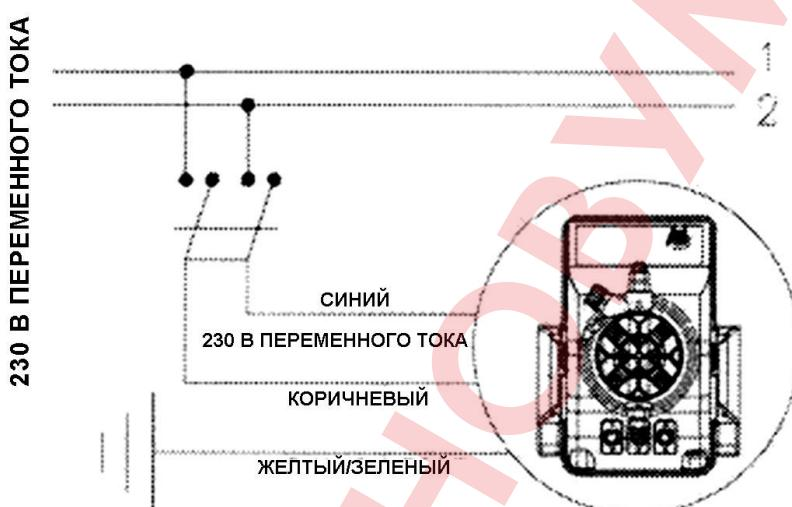
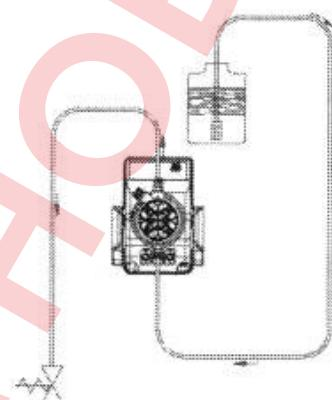

Рис. 4
Рис. 6
1. Отсоедините вилку сетевого шнура от электрической розетки или отсоедините насос от линии питания с помощью двухполюсного выключателя, расстояние между разомкнутыми контактами в котором составляет не менее 3 мм (рис. 4).
1. Отсоедините вилку сетевого шнура от электрической розетки или отсоедините насос от линии питания с помощью двухполюсного выключателя, расстояние между разомкнутыми контактами в котором составляет не менее 3 мм (рис. 4)
- в. - Расположите насос, как показано на рис. 4. Помните о том, что насос может располагаться как выше, так и ниже уровня жидкости в резервуаре с дозируемой жидкостью, но при этом разность уровней жидкости в насосе и в резервуаре не должна превышать 2 м. Если установка обработки воды, в которой используется насос, работает при атмосферном давлении (нет противодавления), и бак с химическим реагентом находится выше уровня установки (рис. 6), то необходимо регулярно проверять состояние инжекционного клапана, так как в этом случае износ инжекционного клапана может привести к перетеканию химического реагента в воду даже при выключенном насосе. Если возникнет такая проблема, установите между инжекционным клапаном